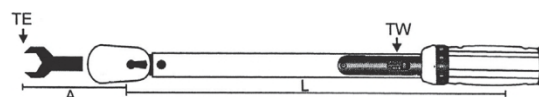

Fig. 4
- Quando si utilizzano prolunghie o adattatori, il valore della coppia cambia. Una prolunga aumenta la lunghezza effettiva dell'utensile. La nuova prestazione di coppia della chiave dinamometrica può essere calcolata con la seguente formula: $TW=(TE \cdot L)/(L+A)$. (Fig. 4)